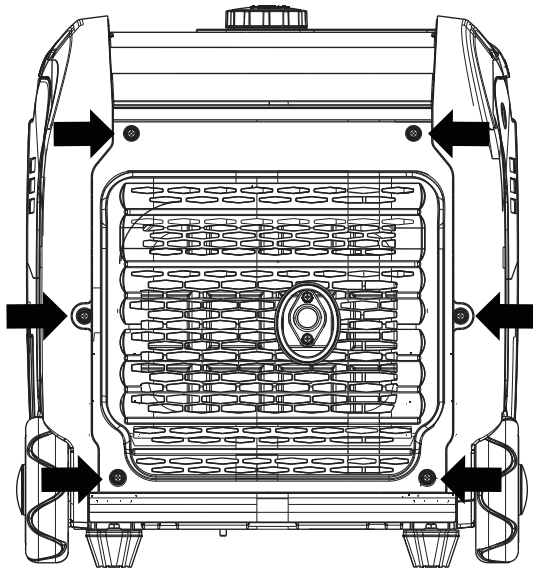

Abbildung 17: Entfernen der Schrauben, die die Schalldämpferabdeckung halten
3. Entfernen Sie die Schrauben, die die Schalldämpferabdeckung an der richtigen Stelle halten (siehe Abbildung 17).